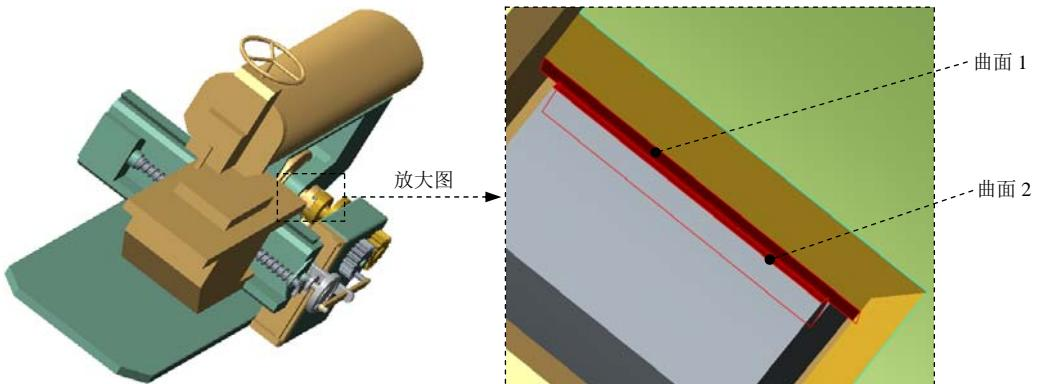

图 9.6.82 定义 3D 接触 1
- (1) 选择命令。单击 **机构** 功能选项卡 **连接** 区域中的“3D 接触”按钮 ，系统弹出“3D 接触”操控板。
- (2) 选取参考对象。在机构中依次选取图 9.6.82 所示的曲面 1 和曲面 2 为参考对象。
- (3) 单击操控板中的  按钮，完成连接的创建。